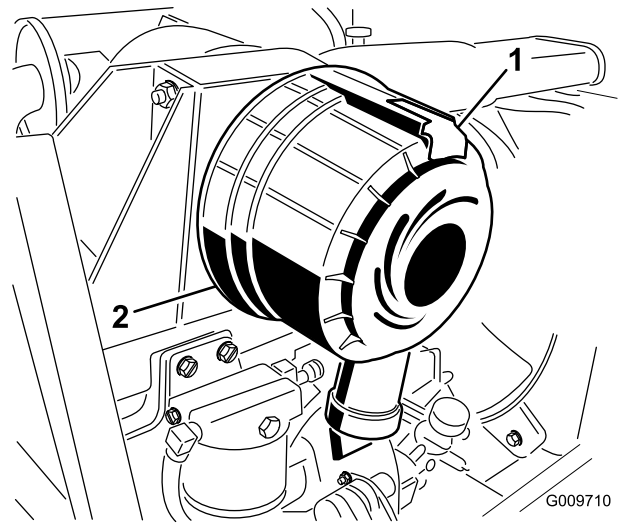

Figure 27
1. Tirez le verrou vers l'extérieur et tournez le couvercle du filtre à air dans le sens antihoraire (Figure 27).